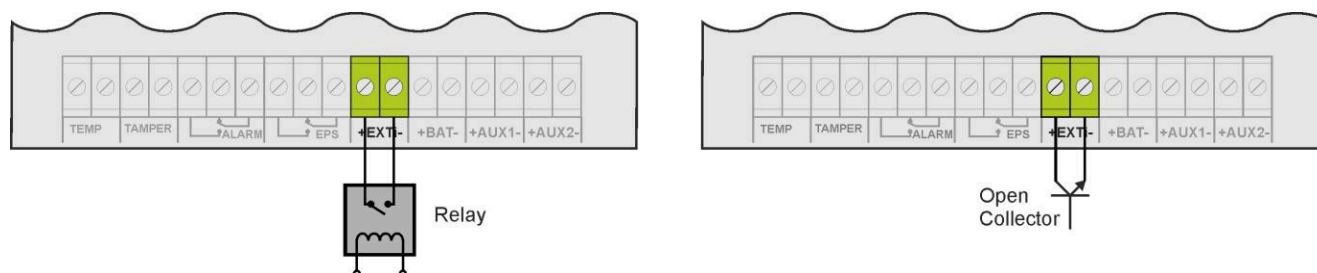

Abb. 9. Anschlüsse an den EXTi-Eingang.
Die Möglichkeit eines solchen Schutzes wird durch das optionale Sicherungsmodul EN54C-LB4 (4-Kanal) oder EN54C-LB8 (8-Kanal) geboten. Abbildung 9 zeigt den Anschluss des Netzteils, des Sicherungsmoduls, und den Empfängern (LOAD).
- Schalten des PSU-Relaisausgangs in den spannungslosen Zustand (Kontakte wie in Abbildung 9)